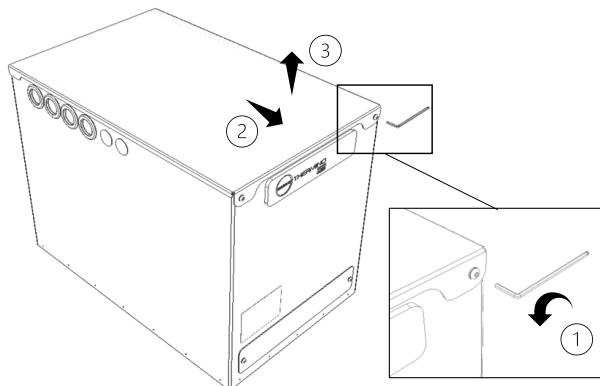
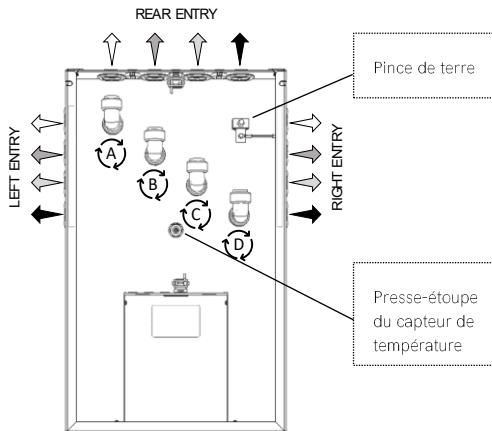

Figure 6 - Retrait du couvercle de la batterie thermique Thermino
Figure 7 - Ports Thermino xPlus
- Retirer le couvercle. Le couvercle est sécurisé par 2 vis à tête cylindrique M5 à l'avant et deux goupilles de positionnement à l'arrière (Figure 6) :
- (1) Dévisser les vis à tête cylindrique M5 à l'aide d'une clé Allen 3 mm et les mettre de côté.
- (2) Faire glisser le couvercle vers l'avant, (3) puis soulever le couvercle et le mettre de côté.
Le dimensionnement de la tuyauterie doit tenir compte de la pression d'alimentation en eau du réseau, des débits nominaux, des dimensions de la batterie thermique et de la perte de pression détaillés dans Figure 6 et Figure 7.
- Pivoter les coudes sur le côté choisi pour raccorder le système hydraulique (gauche, droit ou arrière) (Figure 7).
retour de la source de chaleur externe depuis la batterie thermique au port C (Figure 7, côté gauche).